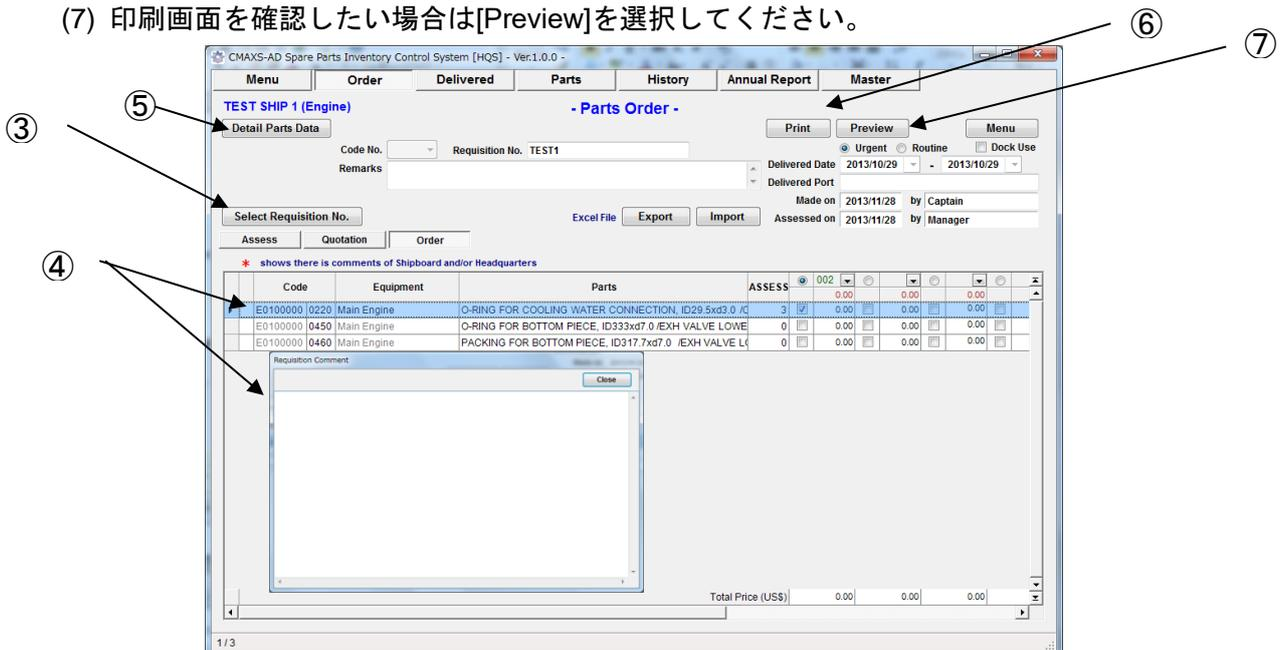

図 8-2 Order 画面
- (2) “Order 画面”(図 8-2)が表示されます。
- (3) 他のデータから見積書を作成したい場合は、[Requisition No.]を選択してください。
- (4) 本船よりコメントがある場合は [*] マークが画面左端に表示されます。